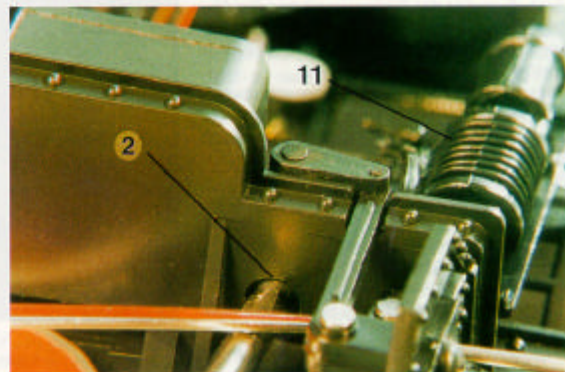
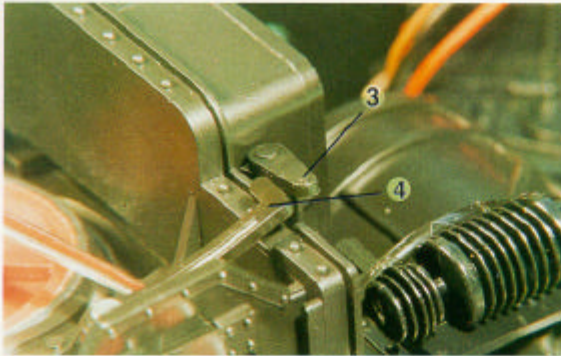
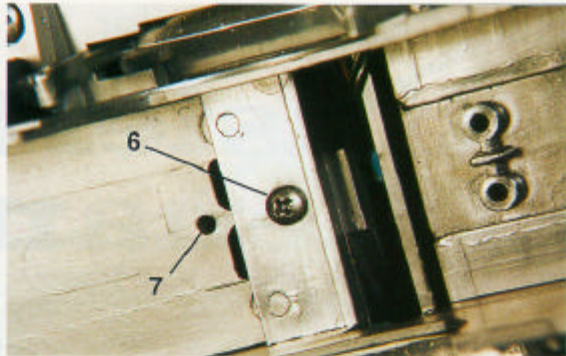

Abbildung 2
Abbildung 3
Abbildung 4
Bild 2 (gilt auch für die andere Fahrzeugseite) zeigt, welche Schraube (2) nur soweit zu lösen ist, damit, wie in Bild 3 gezeigt, der durch sie befestigte Doppelhebel (3) den Weg zum Herausgeben vom Gestängehalter (4) freigibt. Sind die Gestängehalter wie abgebildet aus ihrer Nut herausgebogen, läßt sich nach Herausdrehen und Abziehen des Schornsteins sowie Herausziehen des vorderen Kupplungsbügels das Getriebe entfernen. Ziehen Sie die Stecker vom Getriebe ab. Je nachdem, welche Getriebetypen vorhanden ist, ist ein Umbau wie in LGB DE-PESCHE 82 (Seite 15/16) von mir beschrieben, durchzuführen.
ausgedrehten) Schornstein gehalten, hinten durch die in Bild 4 dargestellte Schraube (5). Diese wird herausgedreht. Die eingeklebte Luftpumpe (Pos. 11 auf Bild 2) wird mit Kraft vom Kessel abgezogen. Jetzt kann der Kessel abgenommen werden. Achten Sie hierbei auf den Fuß der Lokpfote (8). Seine Schnapper brechen bei zu forschem Abheben des Kessels sehr leicht ab! Um den Kessel vollständig entfernen zu können müssen der braune und der schwarze von den vorderen Lampe kommende Draht genau an der Stelle durchgekniffen werden, die ein Anlöten der Einzeldrähte wie Bild 9 zeigt ermöglicht. In den meisten Fällen läßt sich dieses Kabel ca. 5 cm aus dem Führerhaus herausziehen. Seien Sie hierbei vorsichtig und achten Sie auf die etwas ungewöhnliche Kabelführung. Das Kabel muß erst neben der Feuertür im Führerhaus aus dem Kohletender herausgezogen werden (unteres Loch), um anschließend leicht in Richtung Kessel (oberes Loch) geschoben (von der Kessel-seite her gezogen) werden zu können.
Zum Durchführen der vier Dekoderanschlüsse müssen sowohl im Bleigewicht (Bild 6) als auch im Lokkessel (Bild 7) Löcher gebohrt werden. Pos. 7 auf Bild 4 zeigt ein bereits vorhandenes Loch. Dieses wird auf 5 mm Durchmesser erweitert. Die Löcher im Bleiklotz und im Kessel müssen nach Einbau des Bleiklotzes deckungsgleich sein - also: Die Bohrposition im Blei beachten!